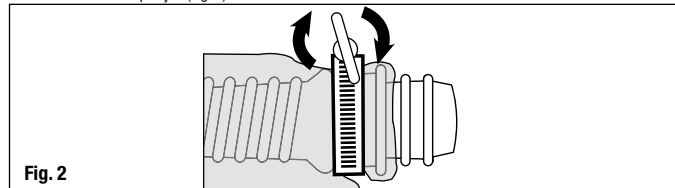

Fig. 2
- Gire o parafuso da braçadeira no sentido horário para apertar a braçadeira em torno do adaptador. Assegure-se de que a braçadeira esteja posicionada sobre o punho do adaptador e não na parte flexível do adaptador ou no ponto de conexão de respiração (Fig. 2).